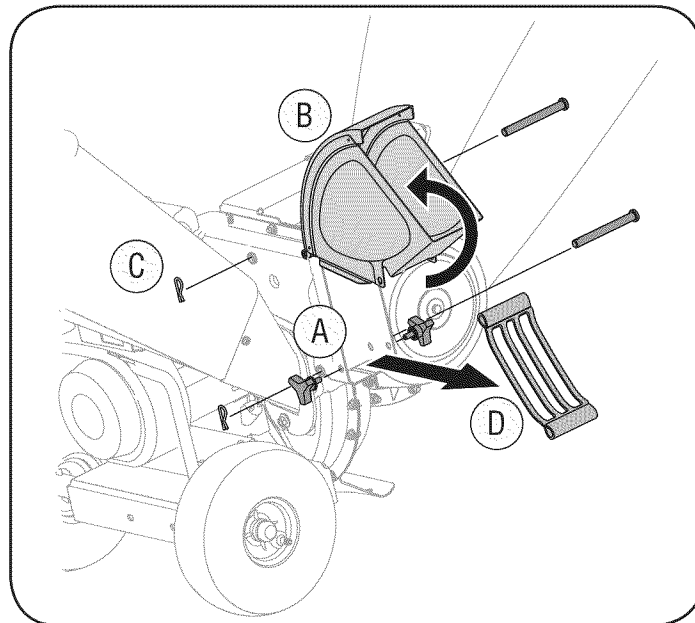

Figura 13
3. Quite el enchufe de desagüe del aceite cuadrado localizado en la base del motor, y drene el petróleo en un receptáculo apropiado. Vea la Figura 13 en la página 15.
3. A. Retire la bolsa y dos perillas a mariposa a cada lado del canal deflector. Vea la Figura 13.
D. Saque la pantalla de desgranado del interior de la caja y limpie la pantalla cepillándola o lavándola con agua. Vea la Figura 13.